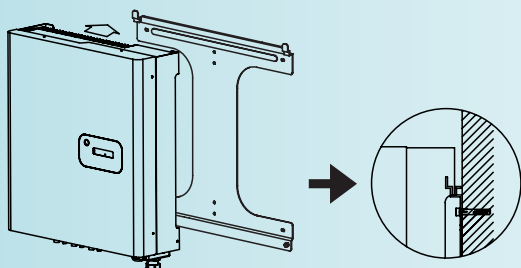

Fig. 7
- Agganciare l'inverter ed assicurarsi che sia correttamente posizionato sui 4 punti di fissaggio (Fig. 7).